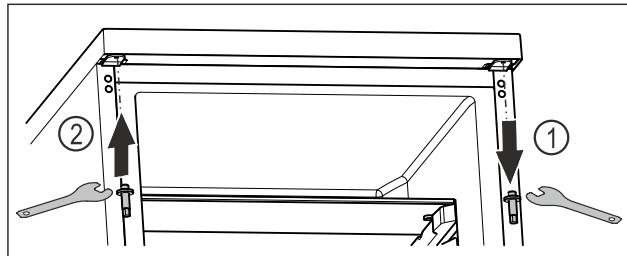

Fig. 14
- Выкрутите верхний болт ключом с наружным шестигранником. Fig. 14 (1)
► Затяните болт на противоположной стороне ключом с наружным шестигранником. Fig. 14 (2)